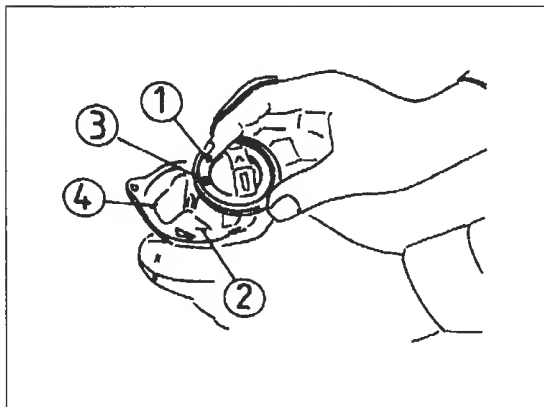

Bild 125
- Pumpendichtung mit passendem Dorn (Yamaha-Treibdorn 90890-04058 mit 90890-04078). Vor Eindrücken flüssige Dichtmasse auf Dichtringsitz auftragen (Bild 125).